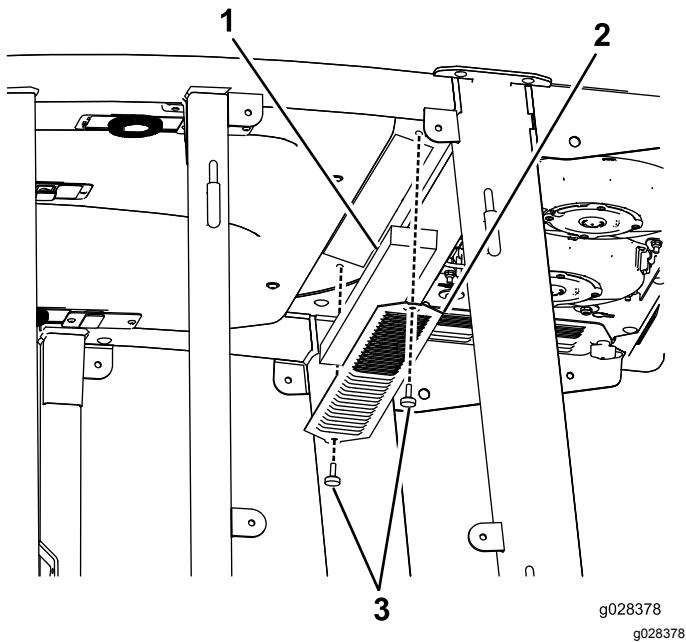
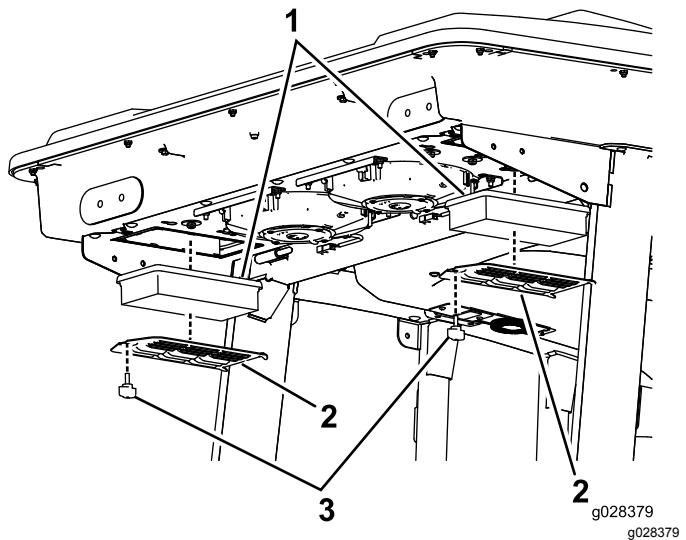
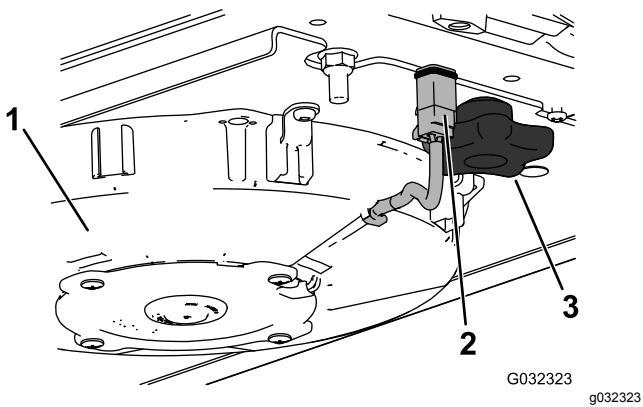
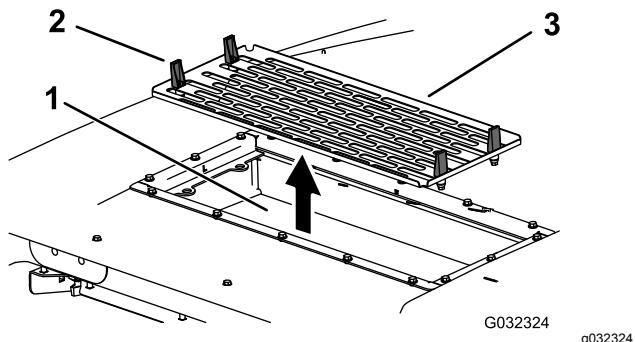

Figura 115
Figura 116
Figura 117
Figura 118
1. Rimuovete le viti e le griglie sia dal filtro dell'aria interno alla cabina, sia da quello sulla parte posteriore della cabina (Figura 115 e Figura 116).
5. Togliete i filtri dell'aria (vedere Figura 116).
7. Installate i filtri dell'aria, la griglia e il gruppo ventola (Figura 116, Figura 117 e Figura 118).
8. Collegate il filo per ciascuna ventola (Figura 117).